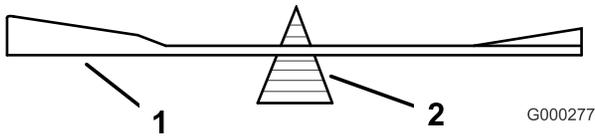
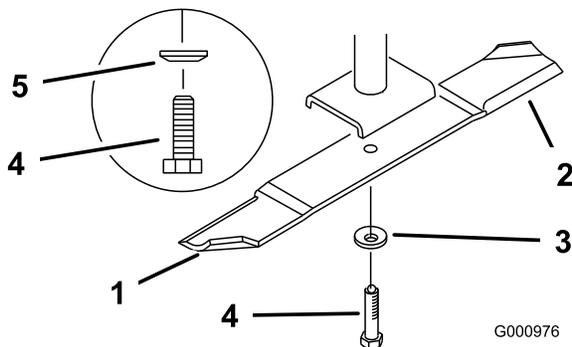

Figura 84
Figura 85
2. Retire del eje el perno de la cuchilla, la arandela de muelle y la cuchilla (Figura 85).
2. Verifique el equilibrio de la cuchilla colocándola sobre un equilibrador de cuchillas (Figura 84). Si la cuchilla se mantiene horizontal, está equilibrada y puede utilizarse. Si la cuchilla no está equilibrada, rebaje algo el metal en la parte de la vela solamente (Figura 85). Repita este procedimiento hasta que la cuchilla esté equilibrada.
1. Instale la cuchilla en el eje (Figura 85).
2. Instale la arandela de muelle y el perno de la cuchilla. El cono de la arandela de muelle debe estar orientado hacia la cabeza del perno (Figura 85). Apriete el perno de la cuchilla a 115–149 Nm.